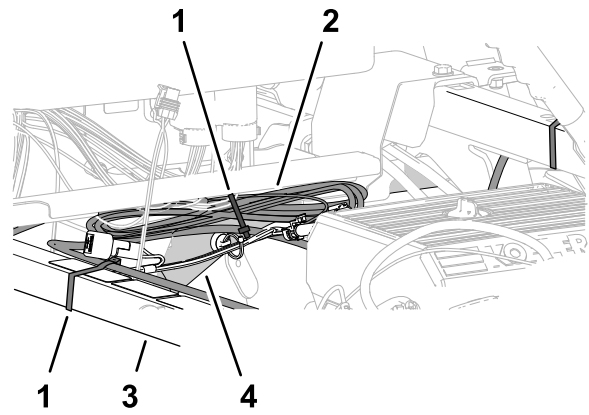

Bild 215
2. Fluchten Sie den Datenkabelbaum mit dem Stützrohr des Stoßdämpfers aus und befestigen Sie den Kabelbaum mit einem Kabelbinder am Rohr (Bild 215).
3. Fluchten Sie das Datenkabelbaumbündel mit dem rechten, oberen Rahmenrohr aus und befestigen Sie das Kabelbaumbündel mit einem Kabelbinder am Rahmenrohr (Bild 215).
1. Bündeln Sie die überflüssige Länge des Datenkabelbaums am rechten, oberen Rahmenrohr (Bild 215).